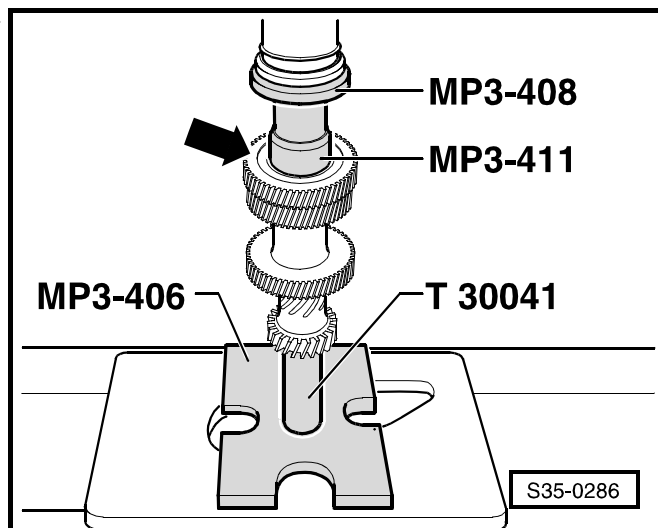

Рис. 4: Запрессовывание радиального шарикоподшипника
- запрессовывание ⇒ Рис. 4 в **35-1** страница 4